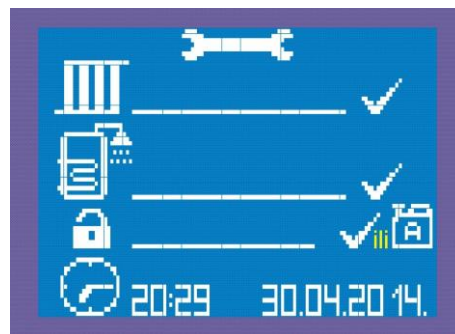

Figure 18: Position du symbole pour le choix du mode
- Le mode de fonctionnement antigel est décrit au 7.2.3 (Voir figure 18)